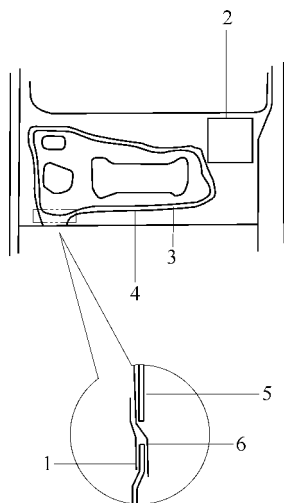

图 17-60 安装辅助孔盖
- (5) 安装门锁控制推杆。将连接杆接到遥控件上, 并装上推杆。
(6) 安装辅助孔盖。用粘结剂安装 2 号辅助孔盖, 并将孔盖的下缘嵌入车门板的槽缝中。然后再密封 1 号辅助孔盖, 用棉纱带密封住车门板的槽缝, 如图 17-60 所示。